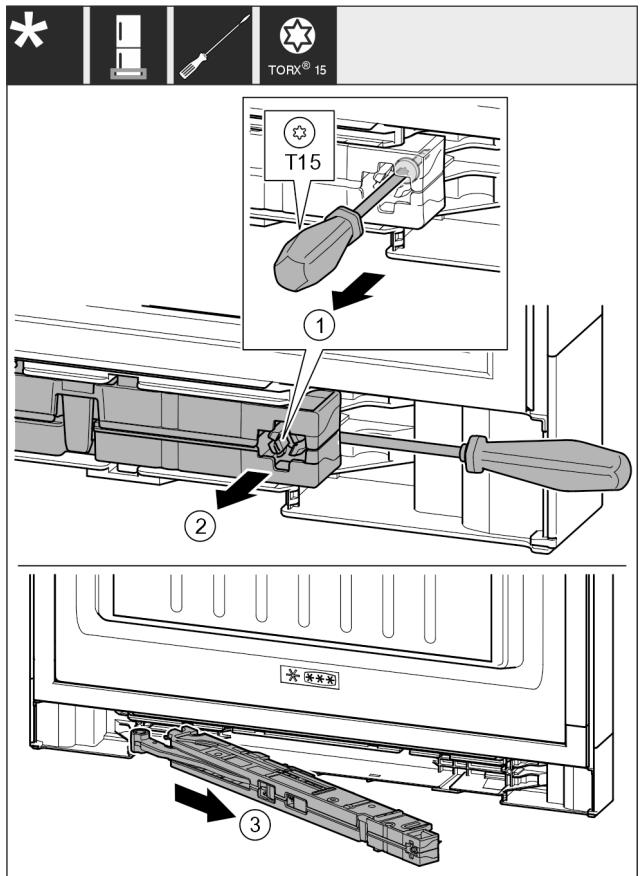

Fig. 17
- Ослабьте винт на узле амортизатора закрывания двери с помощью отвертки T15 примерно на 14 мм. Fig. 17 (1)
- Переместите отвертку со стороны ручки за узел амортизатора. Поверните узел вперед. Fig. 17 (2)
- Извлеките узел. Fig. 17 (3)